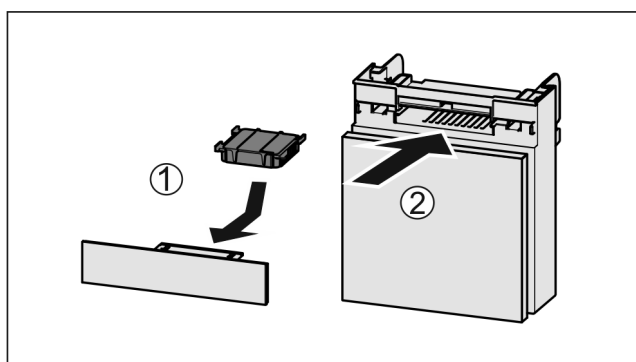

Fig. 186
- ▶ Filtr s aktivním uhlím vložte podle vyobrazení Fig. 186 (1).
- ▶ Zásuvku zasuňte Fig. 186 (2).